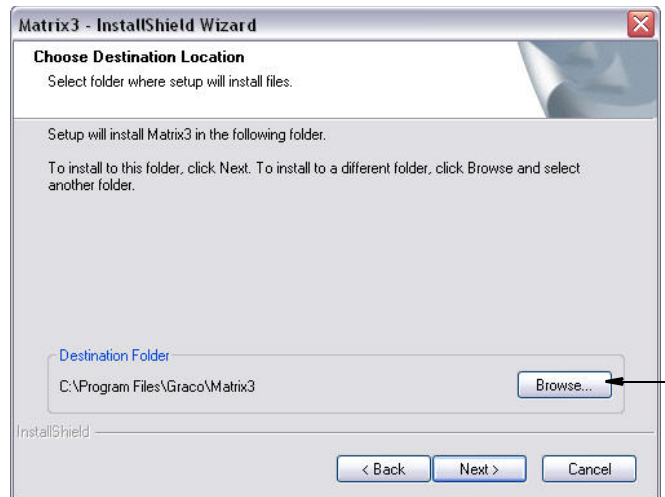

FIG. 6
7. Choisissez l'emplacement de destination. La destination par défaut est C:\Program Files\Graco\Matrix3. Cliquez sur le bouton "Browse" (Parcourir) comme indiqué dans la FIG. 6 pour sélectionner un emplacement différent.